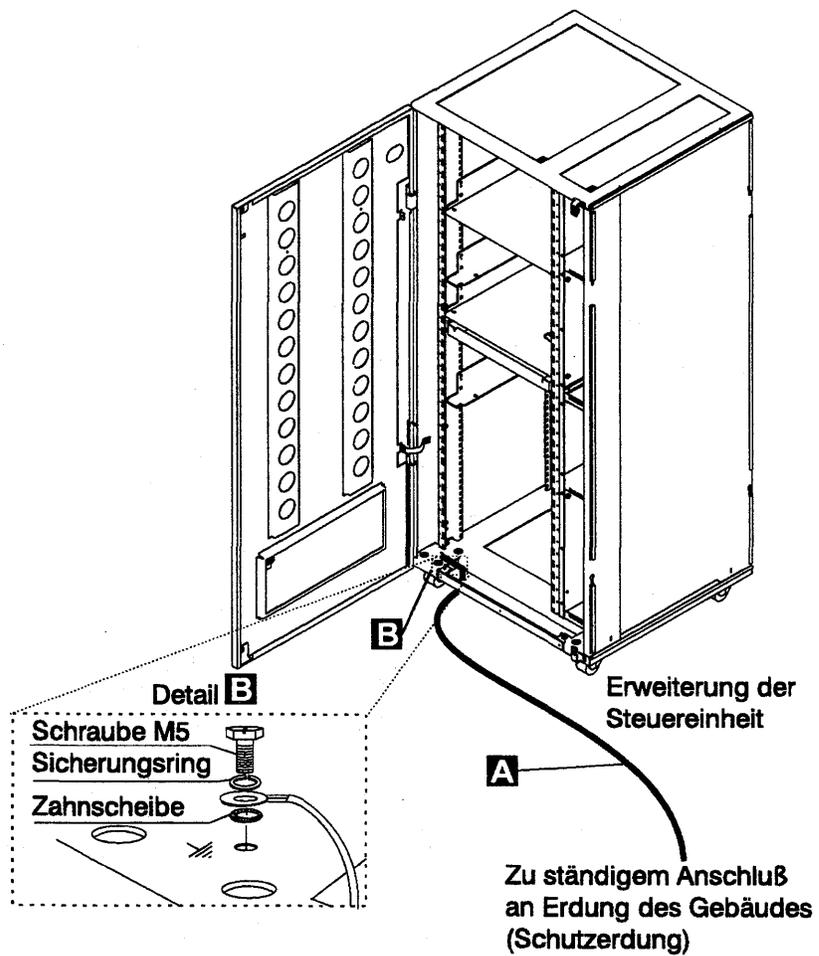
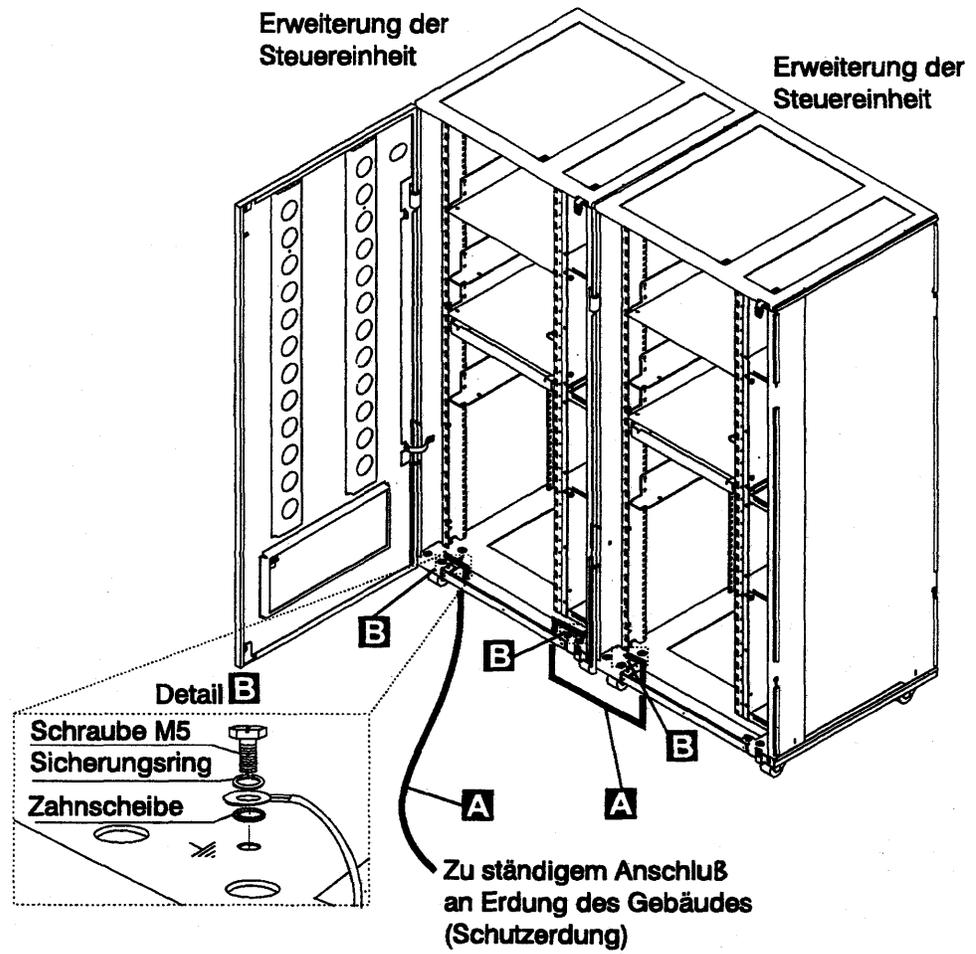
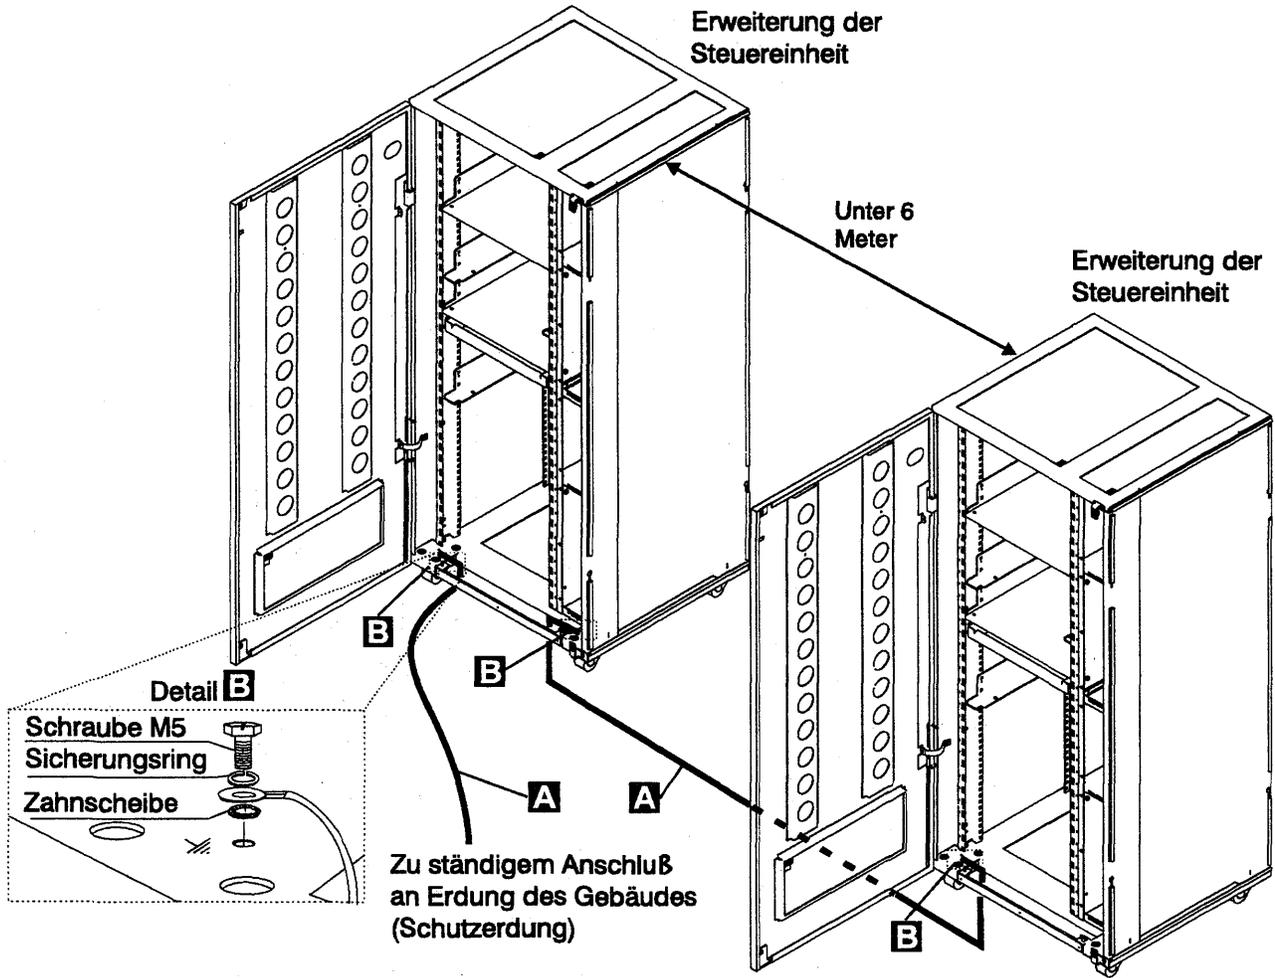
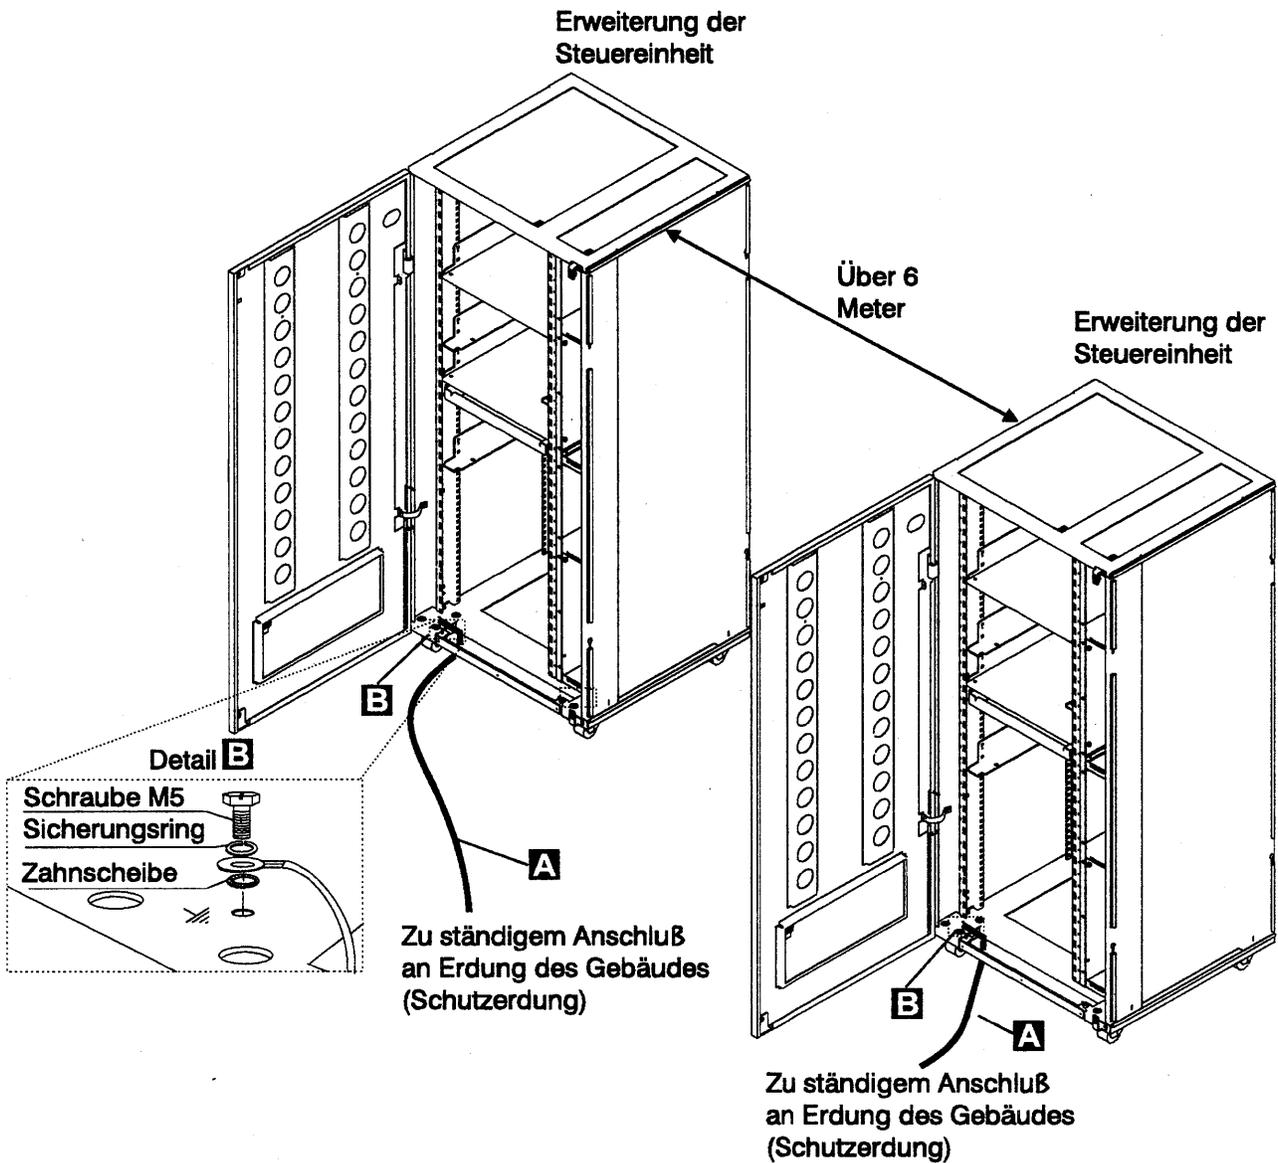

Figure 0-12. Schutzleiteranschluß an der Erweiterung der Steuereinheit
Figure 0-13. Schutzleiteranschluß zwischen angeschlossenen Erweiterungen der Steuereinheit.
Figure 0-14. Schutzleiteranschluß bei einem Abstand von weniger als 6 Meter zwischen den Erweiterungen der Steuereinheit.
Figure 0-15. Schutzleiteranschluß bei einem Abstand über 6 Metern zwischen den Erweiterungen der Steuereinheit.
Netzkabel und Schutzleiter **A** der Erweiterung der Steuereinheit nicht entfernen, damit die Erdung gewährleistet ist (siehe Figure 0-12 on page xxxvi, Figure 0-13 on page xxxvii, Figure 0-14 on page xxxviii bzw. Figure 0-15 on page xxxix).
- Bei der Erweiterung der Steuereinheit wird zusätzlich ein Schutzleiter **A** verwendet (siehe Figure 0-12 on page xxxvi, Figure 0-13 on page xxxvii, Figure 0-14 on page xxxviii bzw. Figure 0-15 on page xxxix).
- Wenn nur eine Erweiterung der Steuereinheit installiert ist, prüfen, ob der Schutzleiter **A** angeschlossen ist (siehe Figure 0-12 on page xxxvi).
- Wenn mehrere Erweiterungen der Steuereinheit installiert sind, prüfen, ob die Schutzleiter **A** gemäß Konfiguration angebracht wurden (siehe Figure 0-13 on page xxxvii, Figure 0-14 on page xxxviii bzw. Figure 0-15 on page xxxix).